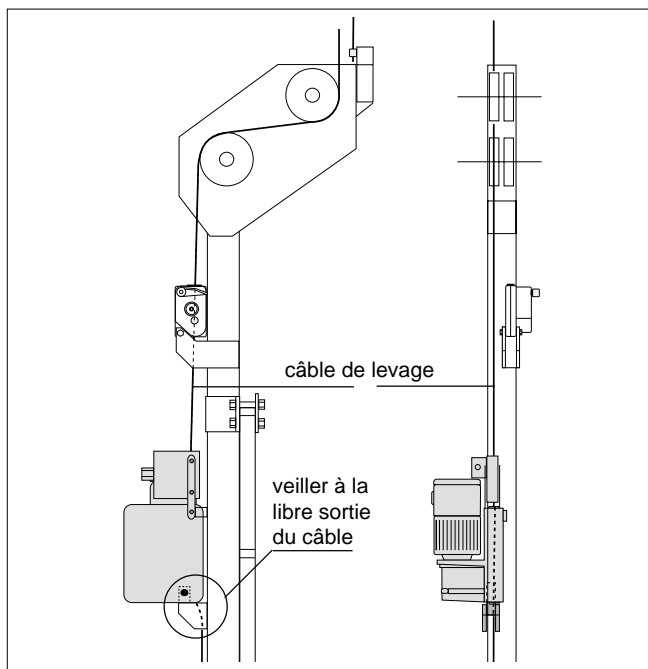

Fig. 1.29
b) . . . sur les étriers "C" (Fig. 1.29)
- Passer le câble de levage (151) sur la poulie gauche (vue de l'arrière) de l'étrier.
- Pousser le bouton MONTEE (43) et continuer à pousser le câble à la main jusqu'à ce qu'il sorte du treuil par la buse en bas du carter.